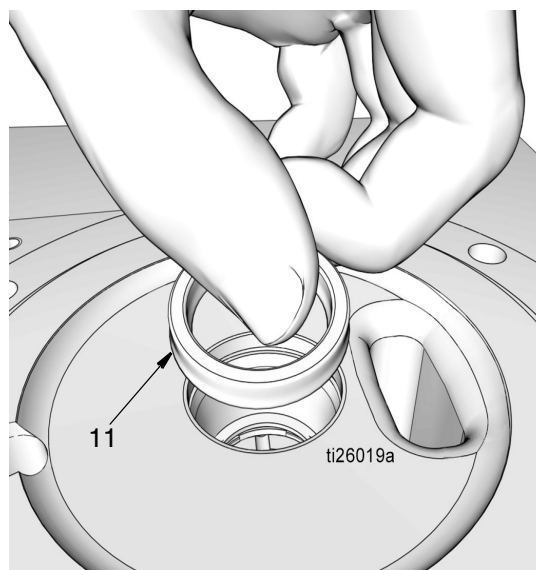

Рис. 35
- Установите уплотнение (11). Проверьте, что кромки уплотнения обращены вниз, как показано на Рис. 35.